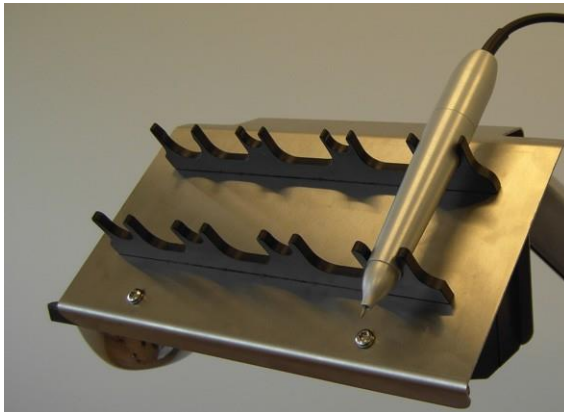

Figura 3-76. Colocación de la pieza manual de incisión en el soporte de piezas manuales
- Coloque la pieza manual de incisión en el soporte de piezas manuales, como se muestra en la Figura 3-76.